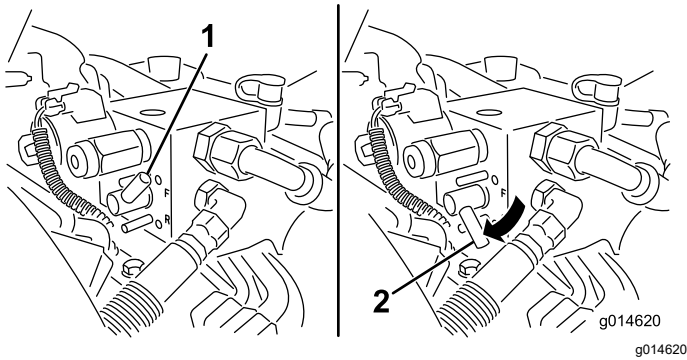

Figure 57
5. Tournez le levier de rodage à la position de rotation ARRIÈRE (R) (Figure 57).